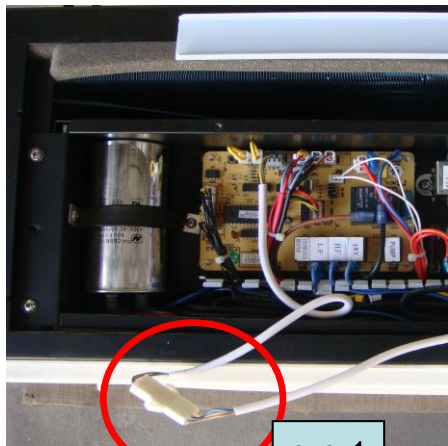

рис. 1
- 2) Отсоедините коннектор в соответствии с рис. 1.